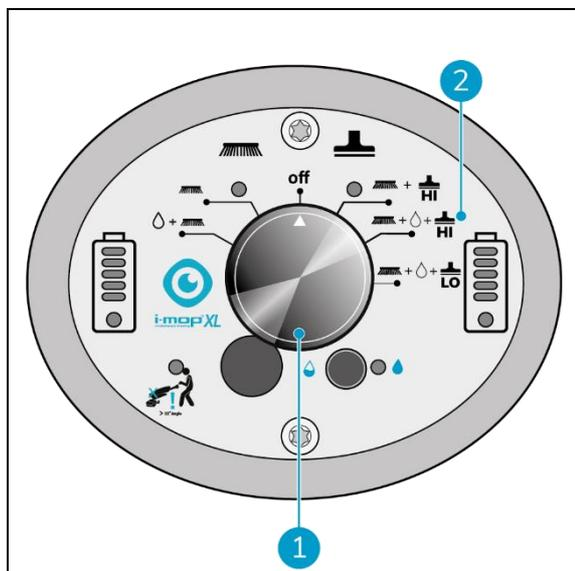

Figura 27
O indicador de aviso de ângulo piscará na área circulada a azul assim que o operador descer abaixo dos 32 graus. A luz indicadora acende-se e a recuperação de água é interrompida. Quando o manípulo é levantado acima dos 32 graus, o motor de aspiração reinicia-se após 5 segundos. (figura 27)
2. Utilizar o interruptor principal da i-mop XXL Pro (Figura 27, pos. 1) e seleccione MODE 4 Escova + Água/Solução de limpeza + Aspiração a seco (Figura 27, pos. 2).